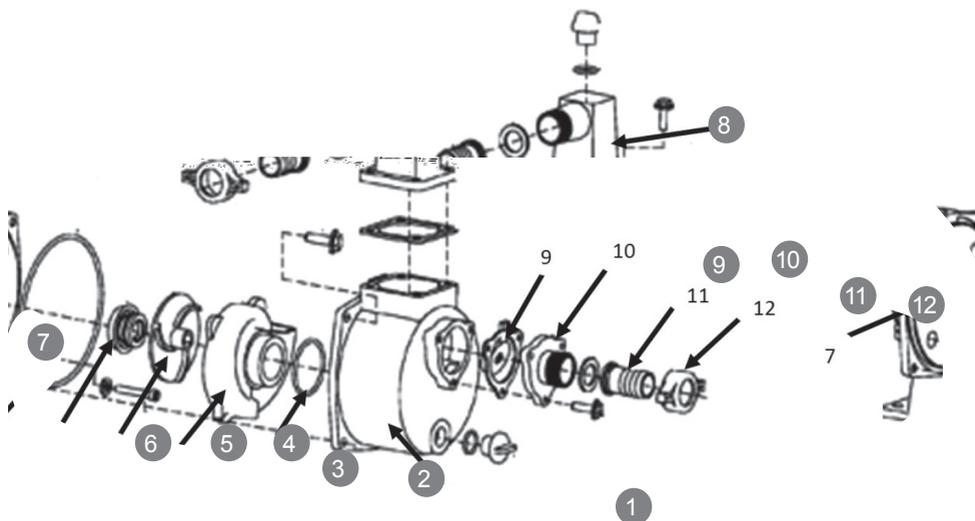

Рис. 2 Устройство насоса мотопомпы
Устройство насоса мотопомпы схематично показано на Рис. 2.
Принцип работы насоса заключается в центробежном эффекте отбрасывания имеющейся в корпусе воды рабочим колесом (4) внутри корпуса насоса и формировании потока улиткой (3) в направлении напорного патрубка (Рис. 2). При этом ближе к оси вращения рабочего колеса возникает разрежение, позволяющее открыть обратный клапан и всасывать воду через всасывающий патрубок.
Всасывание начинается спустя некоторое время после пуска двигателя, в зависимости от высоты всасывания. Перенос воды до насоса и от насоса осуществляется с помощью рукавов, которые присоединяются непосредственно к насосу через патрубки (11) с помощью хомутов (Рис. 2).